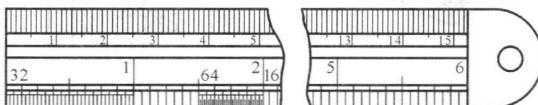

图 1-3 钢直尺
(1) 钢直尺是用不锈钢制成的一种直尺,如图 1-3 所示。钢直尺是钳工最基本的常用量具。尺边平直,尺面有米制或英制的刻度,可以用来测量工件的长度、宽度、高度和深度。有时还可用来对一些要求较低的工件表面进行平面度误差检查。